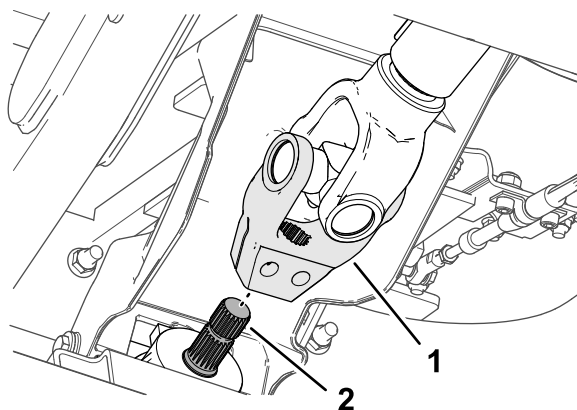

Figure 16
5. Alignez les cannelures de la chape de l'arbre d'entraînement et celles de l'arbre d'entrée de l'accessoire (Figure 16), puis glissez la chape sur l'arbre.